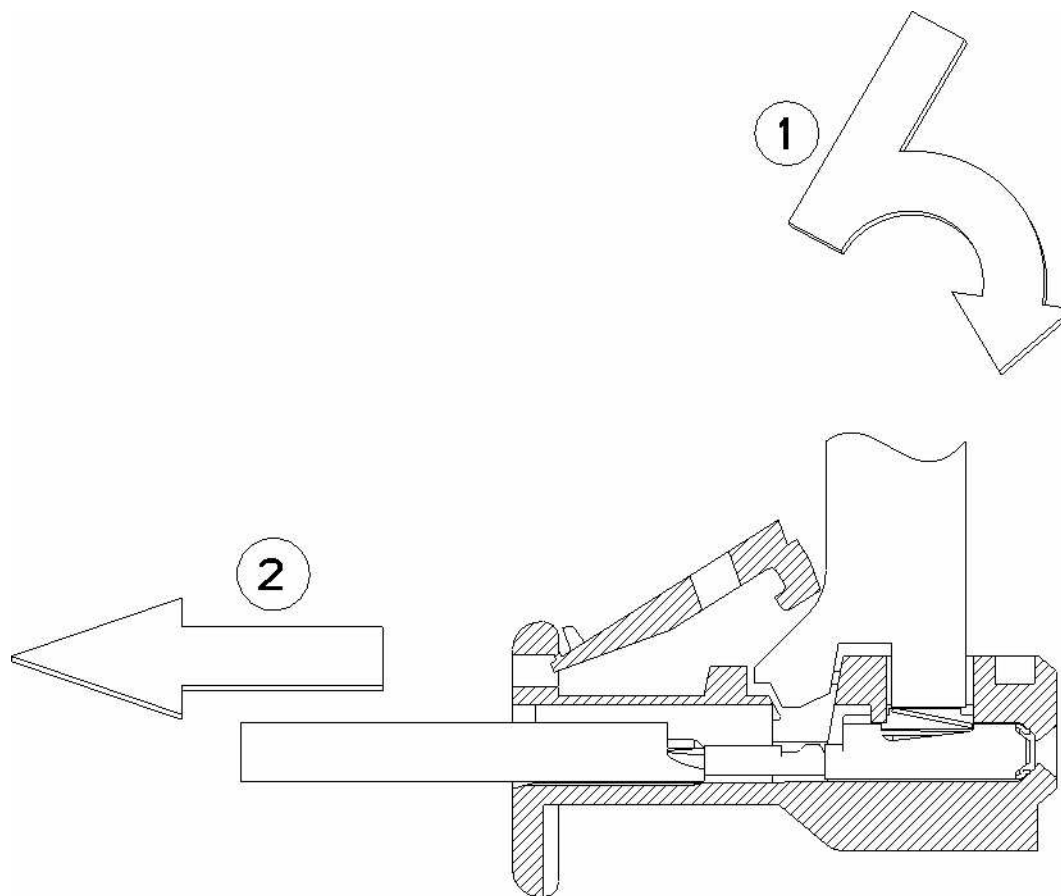

Figure 19 :
- Basculer l'outil dans la fenêtre de verrouillage du contact (voir Figure 19) et maintenir cette position
- Tilt the tool into the contact locking slot (see Figure 19) and hold this position